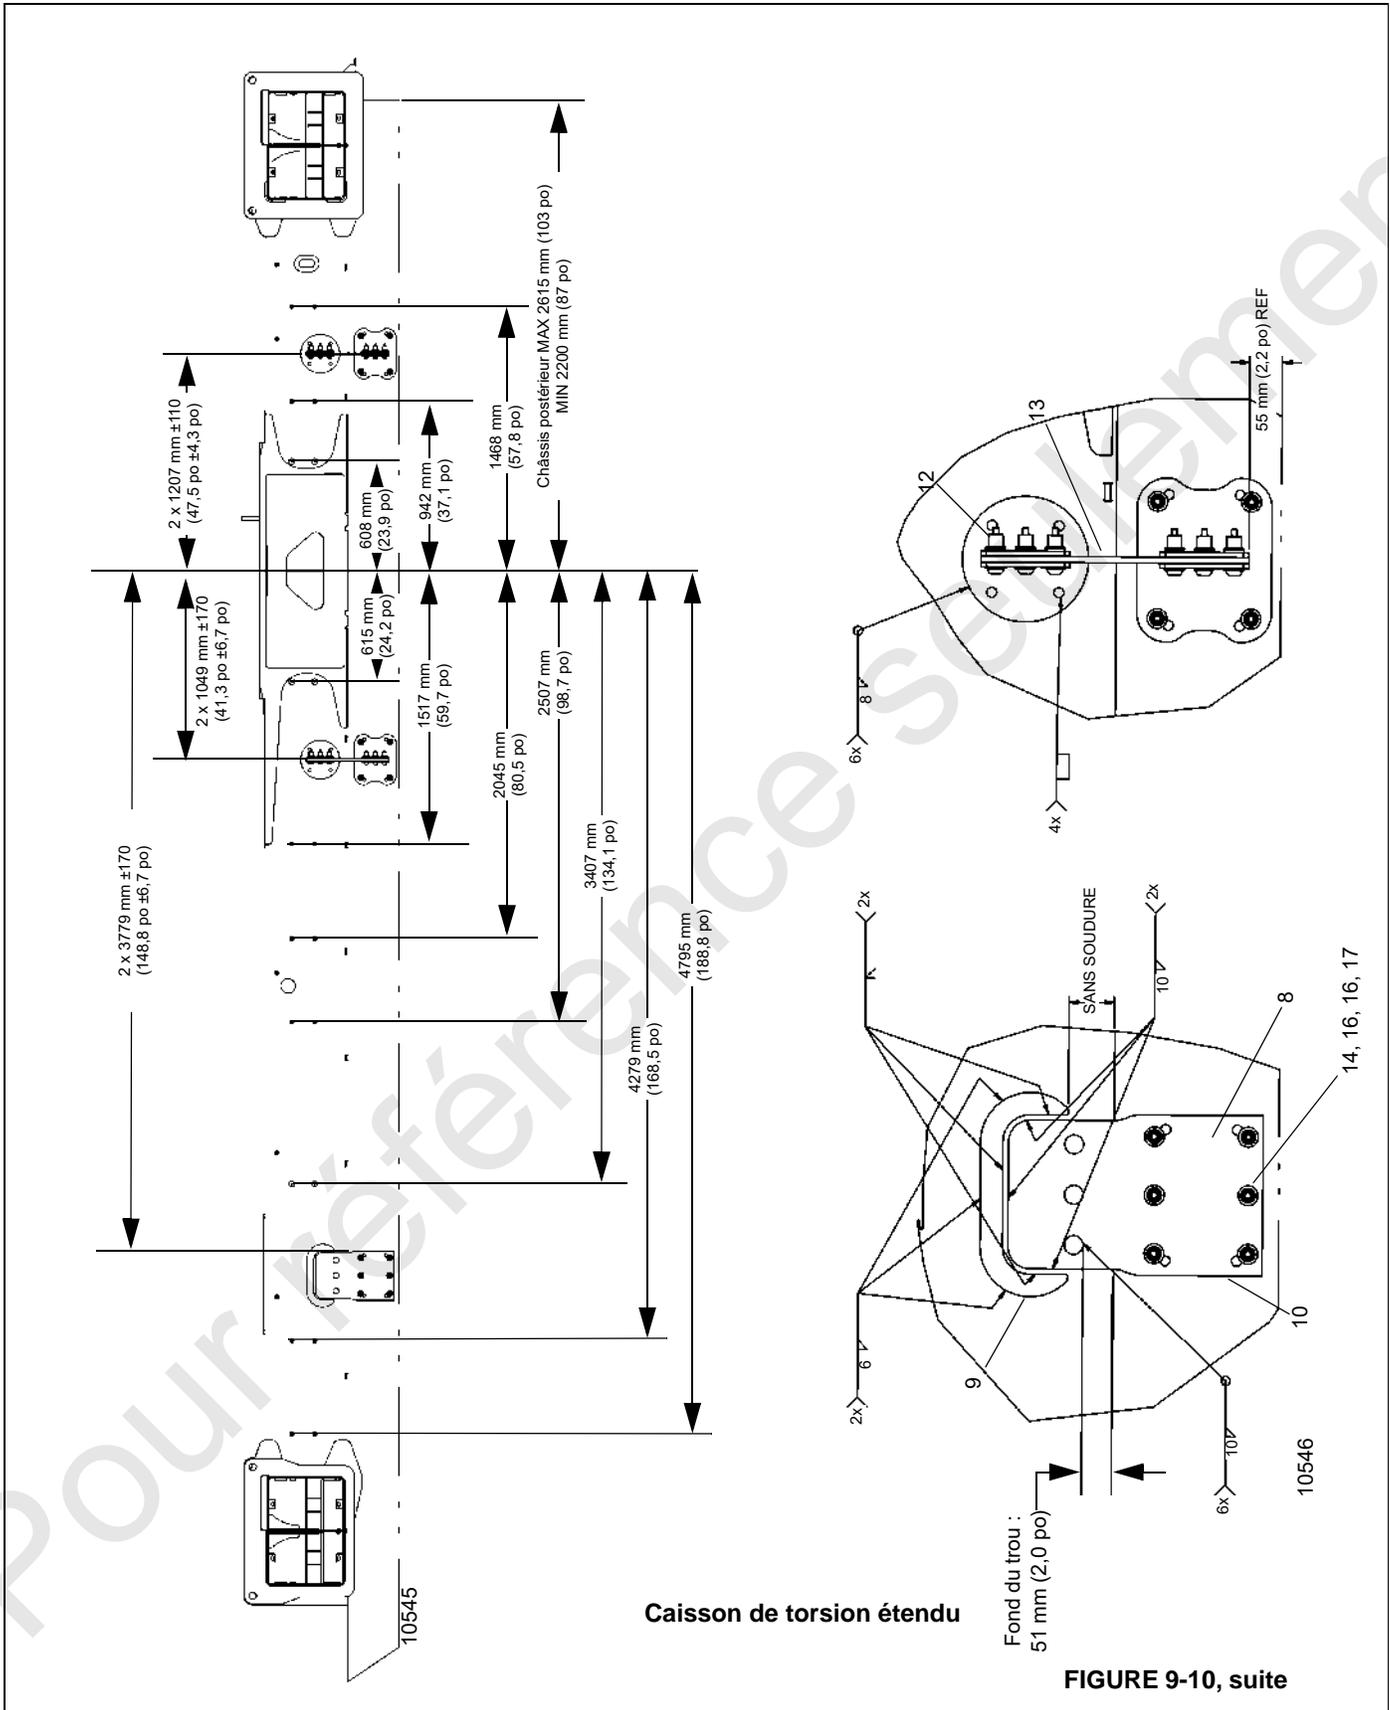

FIGURE 9-10, suite
9. La Figure 9-10 illustre les spécifications du châssis postérieur de la série NBT40-2 pour un essieu tridem ou un essieu suiveur.
Calculer la répartition du poids de la machine complète afin de déterminer la position de l'axe de rotation de la grue par rapport au centre des essieux arrière. Le châssis postérieur doit afficher au moins les dimensions présentées à la Figure 9-10 derrière de l'axe de rotation de la grue. Si le châssis postérieur est trop long, découper l'excédent et déposer toutes les traverses à partir de l'arrière du châssis du camion.
la résistance du châssis décrites préalablement dans cette section. Procéder comme suit et se reporter à la Figure 9-10 pour la pose du caisson de torsion sur le châssis du camion.